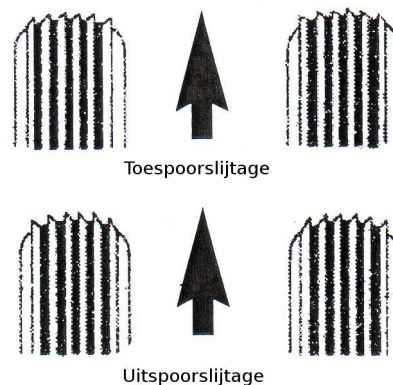

fig. 5: zaagtandslijtage
7. Zaagtandvormige of geschubde loopvlakslijtage in de dwarsrichting bevindt zich meestal aan de buiten- of binnenzijde en is met de hand goed voelbaar als over de band wordt gewreven (afb. 5). In één richting zal de bindweerstand het grootst zijn door de opstaande bramen. Deze vorm van overmatige loopvlakslijtage wordt meestal veroorzaakt door afwijkingen in de sporing. Braamvorming naar binnen gericht wijst op te veel toespoor. Braamvorming naar buiten gericht wijst op te veel uitspoor. Ook defecten in de wielophanging, de besturing en belastingsverschillen veroorzaken zaagtandvormige loopvlakslijtage. Ook kan dit slijtagebeeld worden veroorzaakt door "rallyrijden" (vierwiel aangedreven). Verder kan er sprake zijn van schade aan de wielgeleiding of aanrijdingsschade.